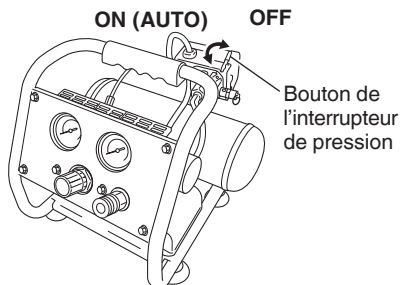
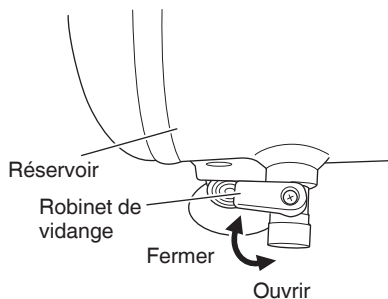

Fig. 2
Fig. 5
Vérifier que le sélecteur de l'interrupteur barométrique se trouve sur la position «OFF» (Fig. 2). Si l'on branche la ficha dans la prise alors que le sélecteur de l'interrupteur barométrique se trouve sur «ON (AUTO)», le compresseur se mettra en marche immédiatement, risquant de causer de graves blessures.
Insérez la fiche dans la prise et démarrez le compresseur au moyen du bouton de l'interrupteur de pression. (Voir Fig. 2).
- (1) Placez le bouton de l'interrupteur de pression sur la position « OFF ». (Voir Fig. 2).
- (2) Débrancher la fiche de la source d'alimentation.
- (3) Ouvrir le robinet de vidange qui se trouve sous la partie inférieure du réservoir (Fig. 5). La pression du réservoir doit être en dessous de 10 psi lors de la vidange du réservoir.
Vidanger le réservoir tous les jours ou toutes les 4 heures d'utilisation. Ouvrir le robinet de vidange et incliner le compresseur pour vider l'eau qui s'est accumulée (Voir Fig. 5). La pression du réservoir doit être en dessous de 10 psi lors de la vidange du réservoir.